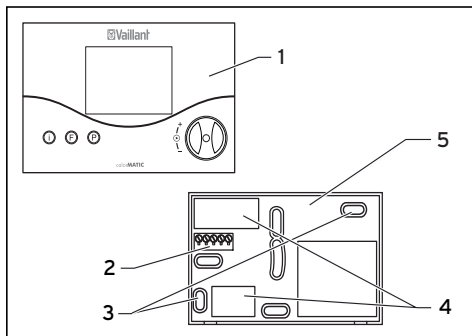

Abb. 9.1 Montage des Raumthermostats
- Bringen Sie zwei Befestigungsbohrungen **(3)** mit Durchmesser 6 mm (entsprechend Abb. 9.1) an und setzen Sie die mitgelieferten Dübel ein.